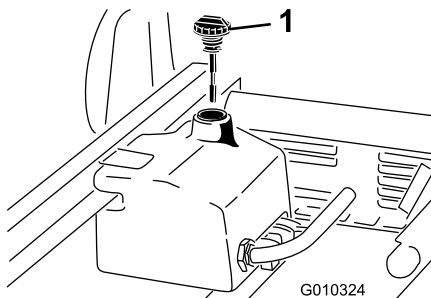

Figure 73
4. Nettoyez la surface autour du goulot et du bouchon de remplissage du réservoir hydraulique (Figure 73).
6. Sortez la jauge (Figure 73) du goulot de remplissage et essuyez-la sur un chiffon propre.